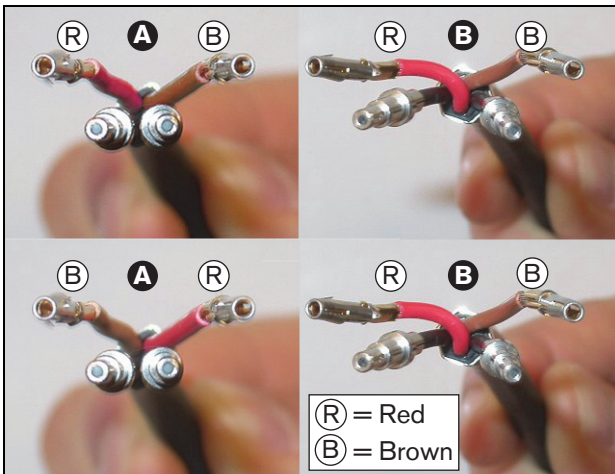

abbildung 30.31: Position der Kupferdrähte und LWL
- 26 Prüfen Sie, ob die Kupferdrähte und Kunststofflichtwellenleiter korrekt angeordnet sind (siehe abbildung 30.31).